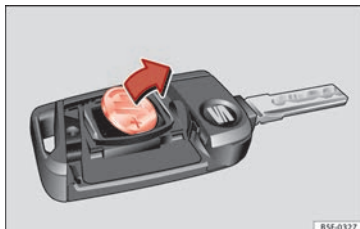

Fig. 133 Clé du véhicule : retirez la pile.
- Retirez la pile du compartiment à l'aide d'un objet fin approprié » fig. 133.
- Placez la pile neuve comme indiqué » fig. 133 et appuyez-la contre le logement des piles dans le sens contraire de la flèche » ⚠.